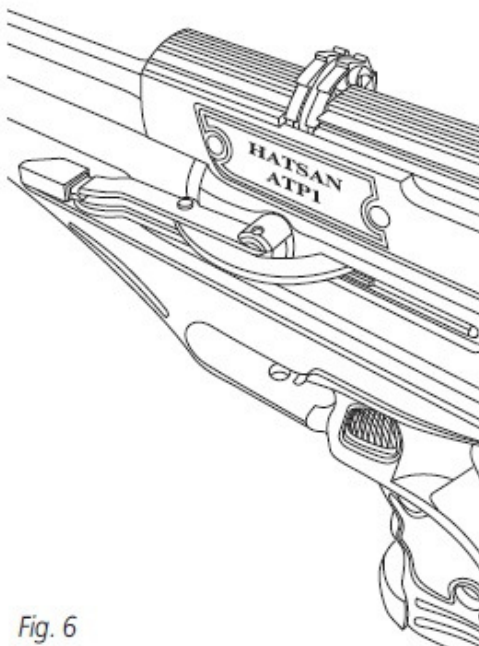
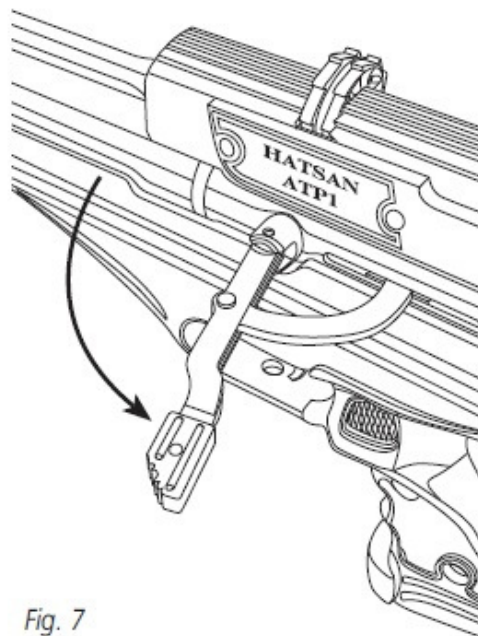
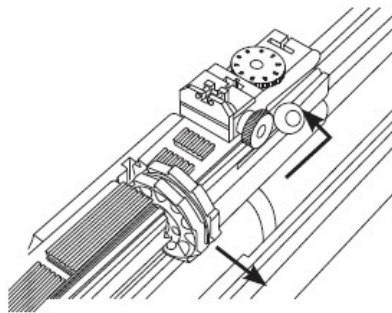

Fig. 6
Fig. 7
Fig. 8
2. Para remover o carregador, puxe a alavanca lateral de armar completamente para trás e empurre a trava do carregador para frente. Então remova o carregador puxando-o para a direita (Fig. 6, Fig. 7 e Fig. 8).